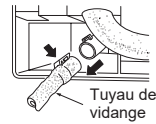

Fig. 2
- 3) Retirez le tuyau de vidange du côté arrière gauche de l'unité interne. (Fig. 2)